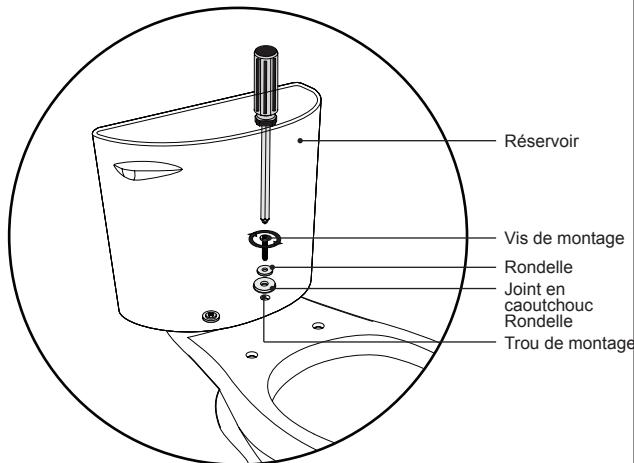

Figure 11
- ④** Fil de deux (2) en acier inoxydable vis de fixation, des rondelles plates en acier inoxydable et de rondelles joint de cuve (Figure 11).
- ⑤** Du dessous de la cuvette, le fil deux (2) écrous papillon inox acier sur la vis de fixation (Vue de face, ci-dessous).